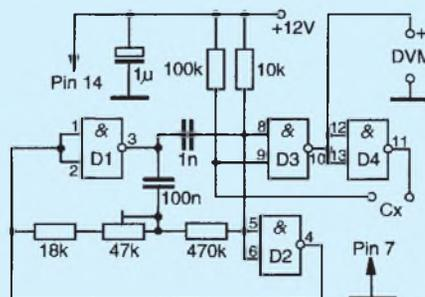

Bild 2: „Einchip“-Kapazitätsmesser-Vorsatz mit optimalem Bereich
Wer ein solches Digitalmultimeter nicht besitzt, kann sich mit der kleinen Schaltung aus Bild 2 behelfen. Wir haben sie in einem Artikel der Zeitschrift „Radio-Electronics“ 12/91 gefunden, wo sie zum Ausschuss von Kondensatoren exakt gleicher Kapazität für ein Filter empfohlen wurde. Dies waren 10-nF-Typen. Mit einem solchen engtolerierten Kondensator wird die Schaltung justiert, indem man ein Digitalvoltmeter (DC) im 2-V-Meßbereich anschließt und mit dem Potentiometer auf 1000 mV Ausgangsspannung einstellt. Allein dieser Meßbereich von etwa 50 pF bis 20 nF ist in der Praxis schon eine große Hilfe. Wenn man nur gleichgroße Kondensatoren aussuchen will – die Toleranz ist ja mit 5% bzw. 10% nicht so eng gefaßt wie bei Widerständen –, dann kann die Justage mit einem „Eich-Kondi“ natürlich entfallen.